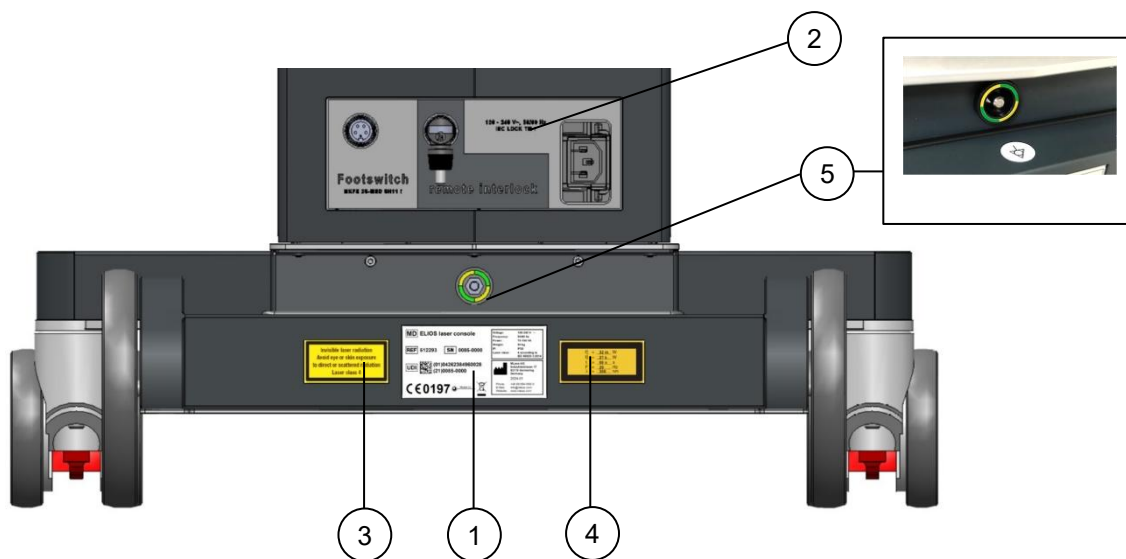

図 2-1：背面図
1.	識別プレートはレーザー装置の背面に設置されています（図 2-1 参照）。 使用されている記号の意味は以下のとおりです。 MD 医療機器 REF カタログ番号 SN シリアル番号 UDI 機器固有識別子（UDI）  交流電源 IP IP 保護等級  製造者および製造年月（YYYY-MM） CE 0197 CE 適合表示（指定認証機関番号付き）   6 を参照  電子取扱説明書あり
2.	接続部の表示 主電源入力 (“100 – 240 V~, 50/60 Hz IEC LOCK TM !”)  フットスイッチ (“Footswitch”)  外部インターロック (リモートインター ロック) 表示はレーザー背面にあります (図 2-1 参照)。
3.	ELIOS レーザーコンソールは、クラス 4 のレー ザー放射を生成します。不可視のレーザー放射 に眼や皮膚をさらさないでください。 表示はレーザー背面にあります (図 2-1 参照)。
4.	レーザー出力情報は、該当ラベルに記載されて います。 表示はレーザー背面にあります (図 2-1 参照)。
5.	電位等化用接続端子 表示はレーザー背面にあります (図 2-1 参照)。